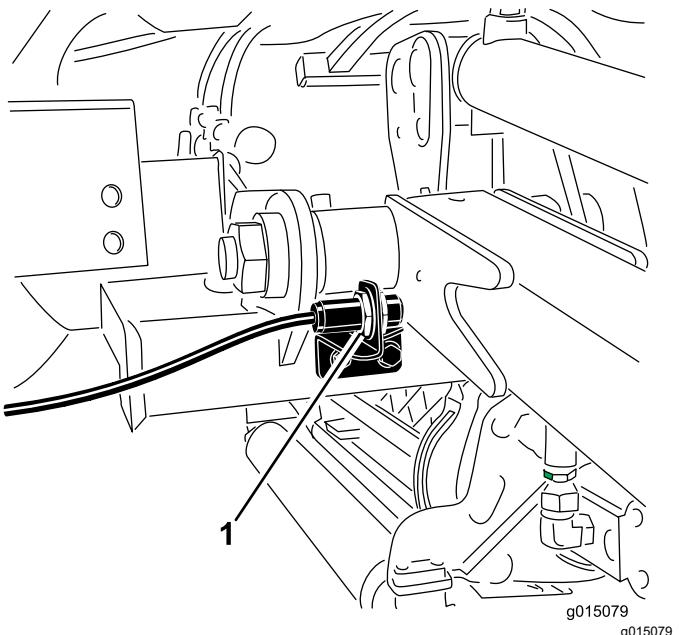

Figure 41
3. Desserrez les vis de fixation du contacteur (Figure 41) et montez le contacteur pour augmenter la hauteur du changement de direction des bras de levage ou abaissez-le pour réduire la hauteur du changement de direction.
2. Le contacteur des bras de relevage se trouve derrière le bras de relevage avant droit (Figure 41).